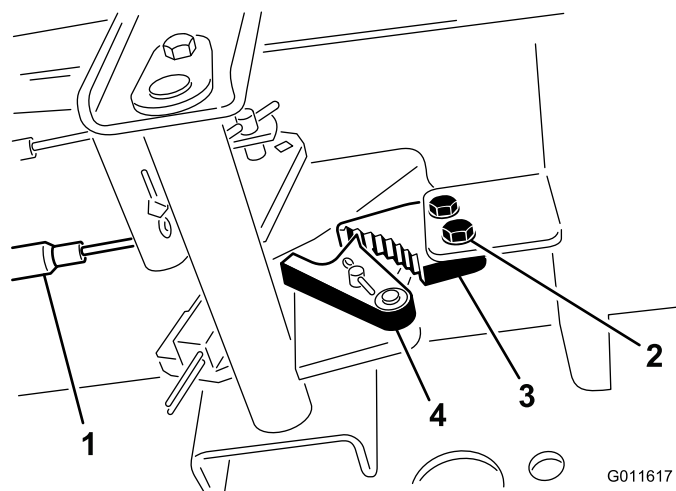

Figura 37
1. Allentate le due viti che fissano il nottolino del freno di stazionamento al telaio (Figura 37).
2. Premete in avanti il pedale del freno di stazionamento finché il fermo non s'innesta completamente nel nottolino del freno (Figura 37).